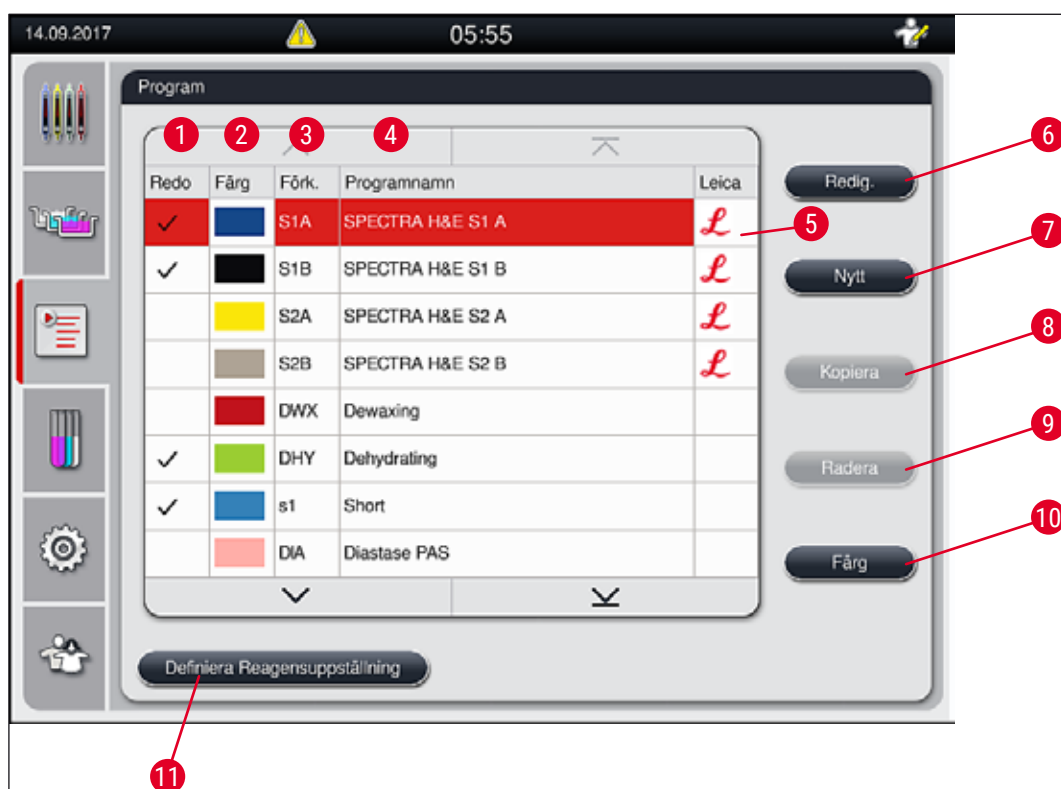

Bild 40
- För att tilldela en rackhandtagsfärg till ett program trycker du på motsvarande program i programlistan (→ "Bild 40") för att markera det.
Vissa av Leica-infärgningsprogrammen kan användas parallellt med olika inställningar (infärgningsintensitet, ugnssteg) (→ Sida 68 – 5.9.3 Anpassa Leica-H&E-färgningsprogram). De här programmen har förinstallerats två gånger i programlistan (→ "Bild 40"). Förkortningarna för dessa dubbelt förinstallerade hematoxylin-eosin-infärgningsprogram från Leica är S1A och S1B, eller S2A och S2B. Detta för att lättare kunna skilja dem åt. Dessa program innehåller exakt samma programsteg. Om två identiska program integreras i reagensuppställningen måste även två identiska Leica-infärgningspaket skannas och fyllas på.